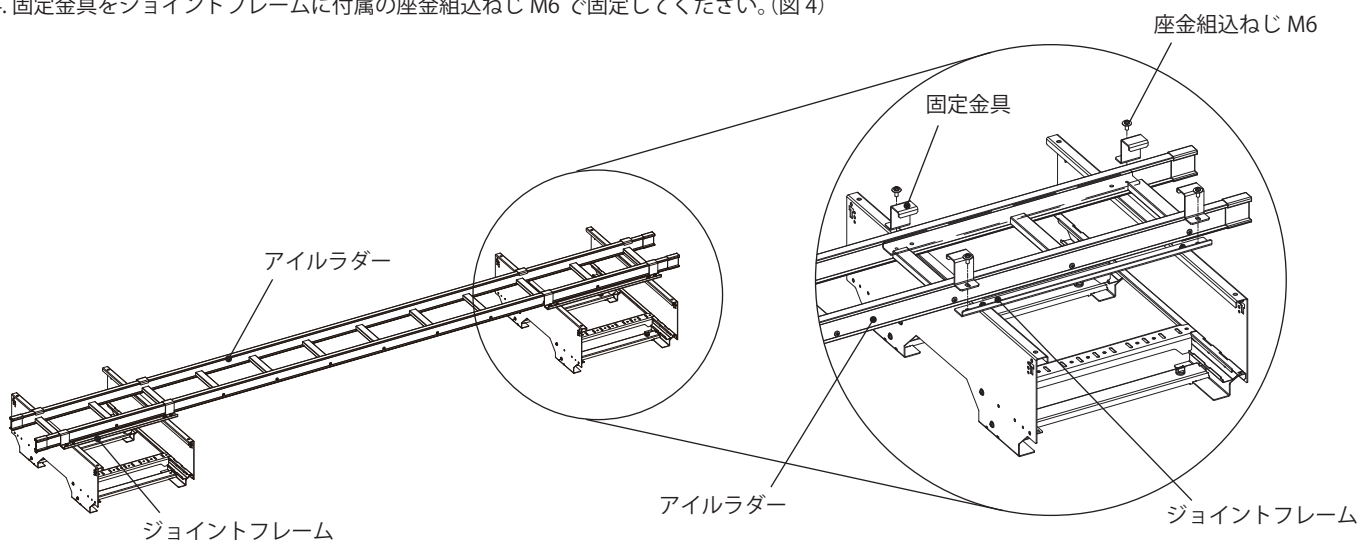

図 3
3. ジョイントフレームの間にアイルラダーを載せてください。(図 3)